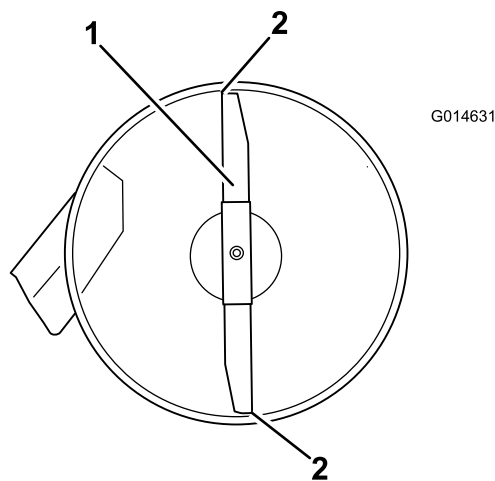
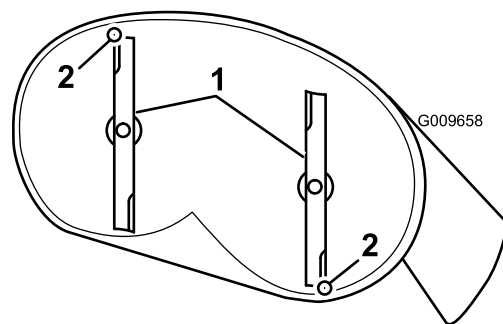

Figura 60
Figura 61
4. Gire cuidadosamente las cuchillas colocándolas en el sentido de avance de la máquina (Figura 60 y Figura 61).
5. Mida entre la punta de la cuchilla delantera y la superficie plana y entre la punta de la cuchilla trasera y la superficie plana (Figura 60).
9. Después de realizar el ajuste, compruebe de nuevo la inclinación longitudinal, y siga ajustando la tuerca hasta que la punta de la cuchilla delantera esté entre 1,6 y 7,9 mm más baja que la punta de la cuchilla trasera (Figura 60).